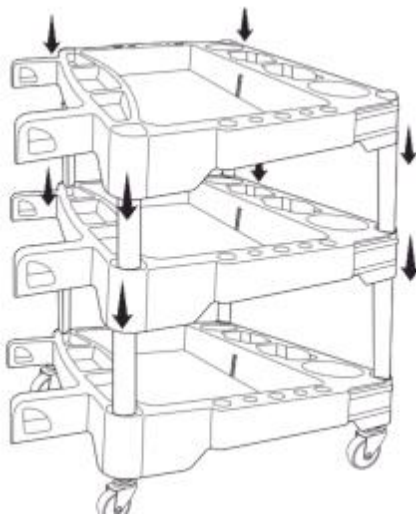

Fig. 4
4. Placez le plateau du centre (1) sur les montants.
5. Reprenez les étapes 3 et 4 pour installer le plateau du haut (fig. 4).